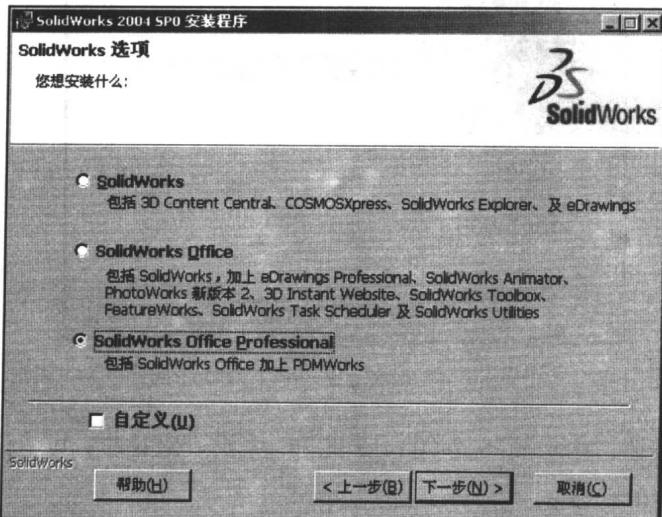

图 1-3 “SolidWorks 选项”对话框
(3) 在打开的“SolidWorks 选项”对话框中选择需要的选项进行安装，如图 1-3 所示。选中“SolidWorks Office Professional”单选按钮将安装 SolidWorks 及其插件、PDMWorks 等；选中“SolidWorks Office”单选按钮将安装 SolidWorks 及其插件；选中“自定义”复选框将根据用户需要进行安装。单击“下一步”按钮继续。